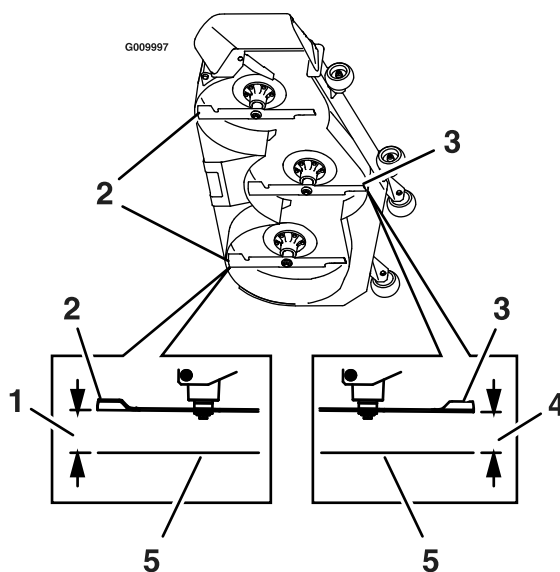

Figure 75
8. Mesurez la distance entre la surface plane et la pointe avant de la lame (Figure 75).